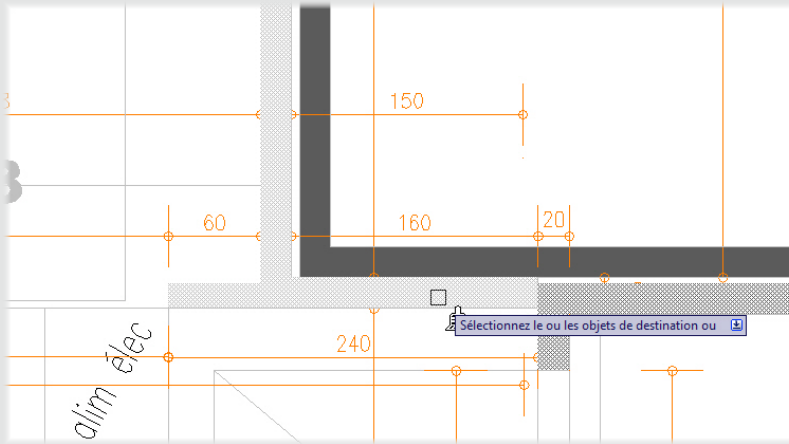
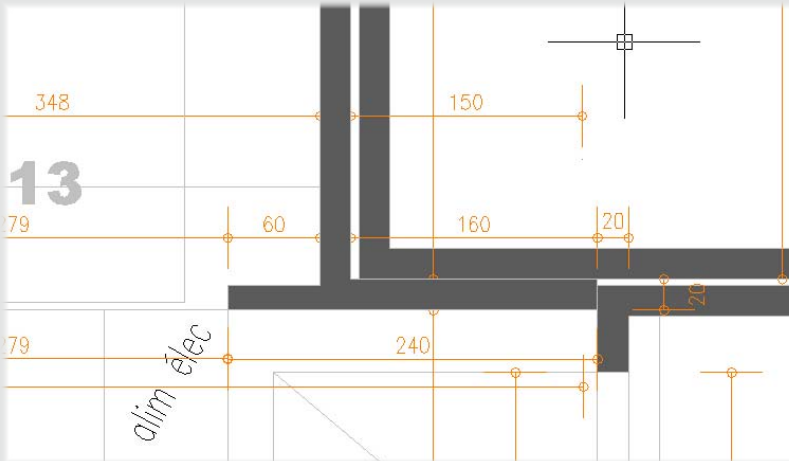

Figure 10
Figure 11
- Puis sélectionnons l'objet de destination (voir Figure 10). La Figure 11 montre le résultat obtenu.